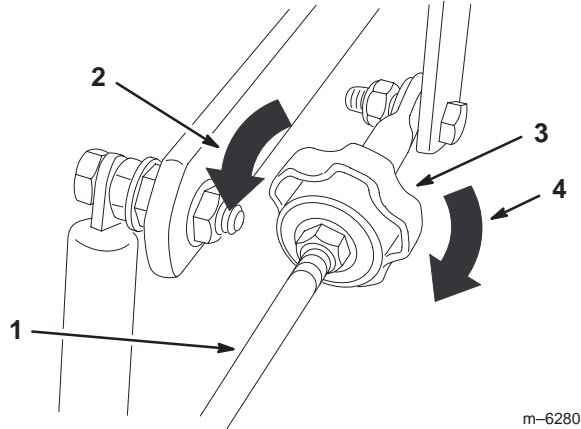

Figure 47
4. Pour que la machine tire à droite, tournez le bouton vers la droite de la machine (voir la figure 47).
5. Pour que la machine tire à gauche, tournez le bouton vers la gauche de la machine (voir la figure 47).